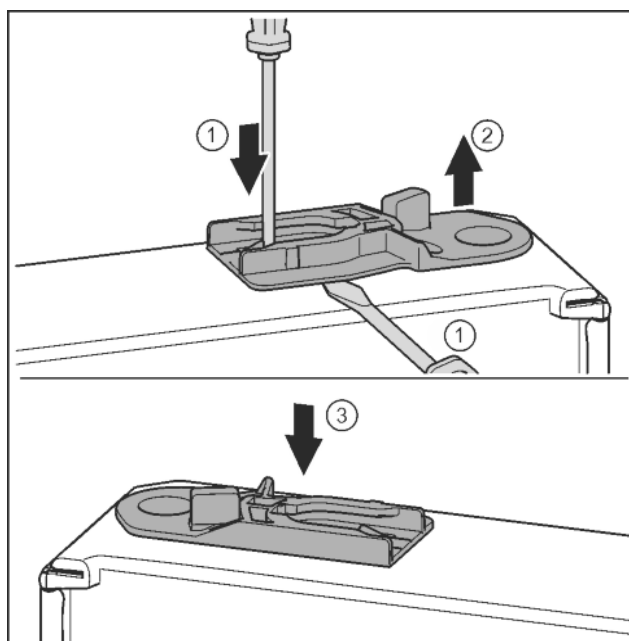

Fig. 33
- ▶ Wyjąć tuleję prowadzącą: Nakładkę wcisnąć przy pomocy śrubokręta i jednocześnie przesunąć śrubokrętem po tuleję prowadzącą. *Fig. 33 (1, 2)*
- ▶ Tuleję prowadzącą, objętą zakresem dostawy wsunąć po drugiej stronie obudowy. *Fig. 33 (3)*